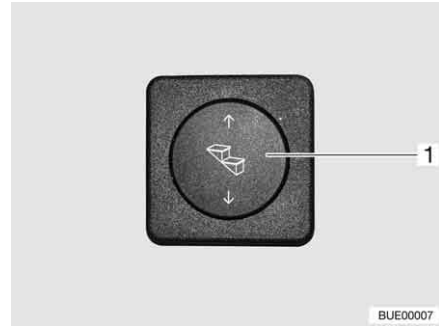

Bild 9 Manöverknapp fotsteg
- Tryck nedtill på vippknappen (Bild 9, 1) och håll den intryckt (minst 3 sekunder) tills fotsteget har körts ut helt.
- Tryck upptill på vippknappen (Bild 9, 1) tills fotsteget har körts in helt.